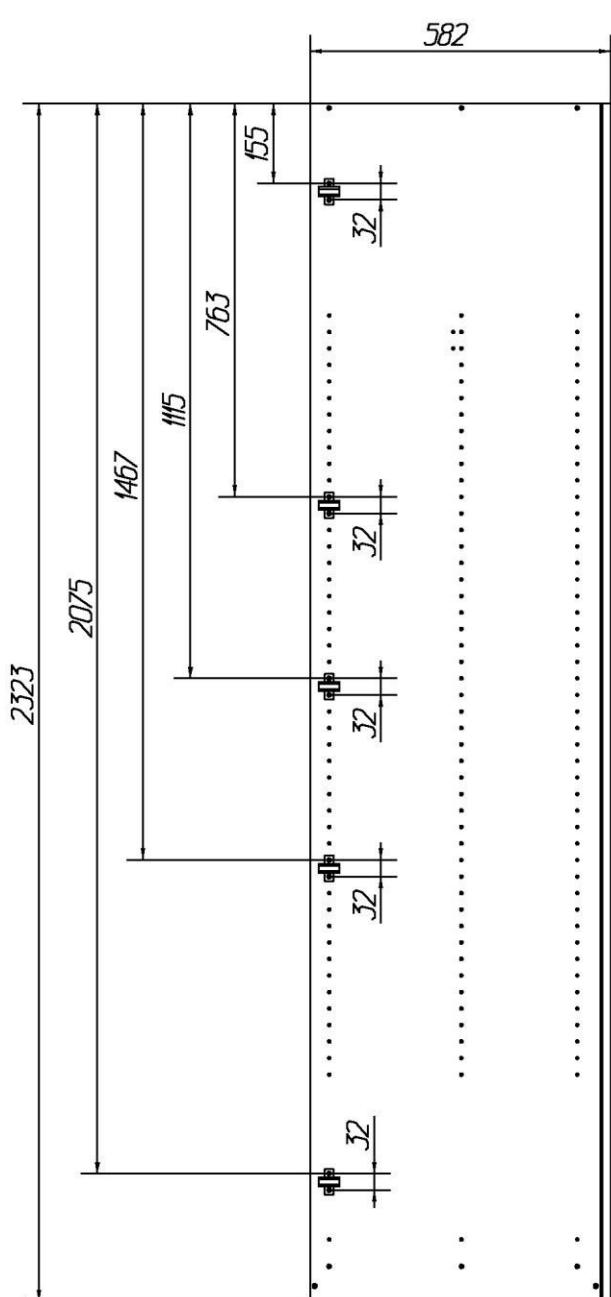

Рис. 2
2. На боковые стенки (1), (2) и заливковые стенки (13) установить опоры с помощью шурупов 3,5x13мм (см. схему сборки и рис. 2).
Установить шкаф на предназначенное место и отрегулировать его положение с помощью регулируемых опор. Регулировка производится через отверстия в основании с помощью шестигранного ключа 6мм (рис. 2).